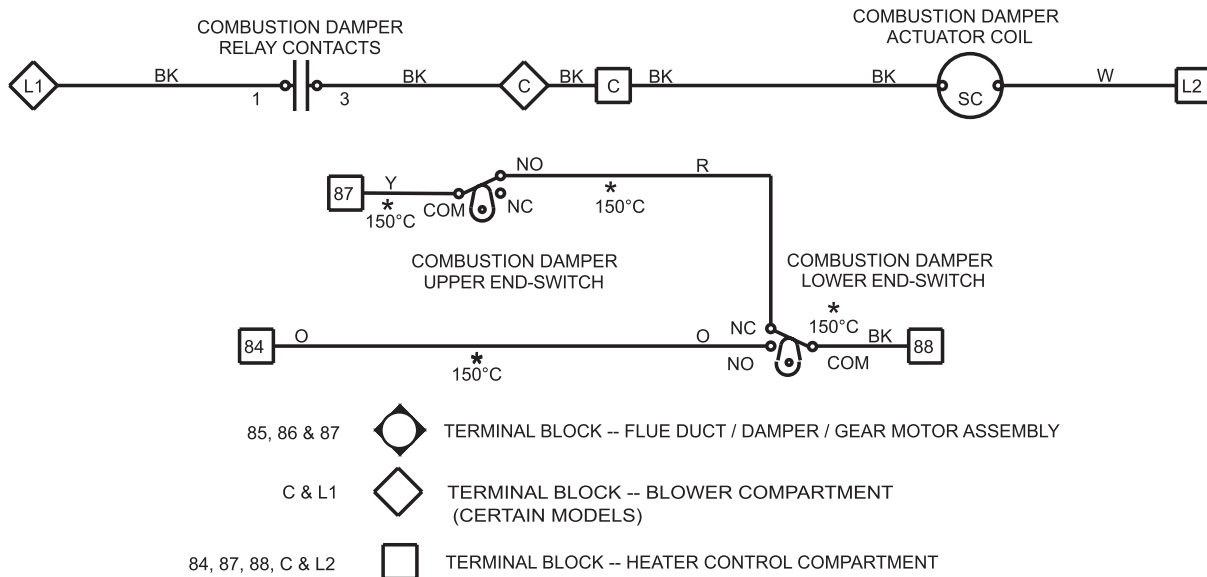

Figure 9. Schéma de câblage typique d'un actionneur de registre existant
3. Débranchez le câblage existant de l'actionneur solénoïde (voir **Figure 9**) :